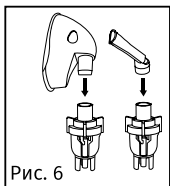

Рис. 6
8. Щільно з'єднати маску, загубник (ротівий мундштук), носову насадку з небулайзерною камерою (рис. 6).